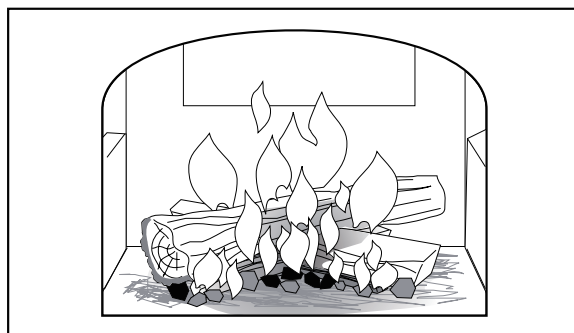

図 12 火がよく燃えるようになってから、大きめの薪を追加する
4. ステップ1～3の手順を用いて、すでに慣らし運転されていた場合であっても、火を大きくするときは、ひき続き徐々に大きくなるように行ってください。直径 76-102mm の大きめの薪を足します。(図 12)